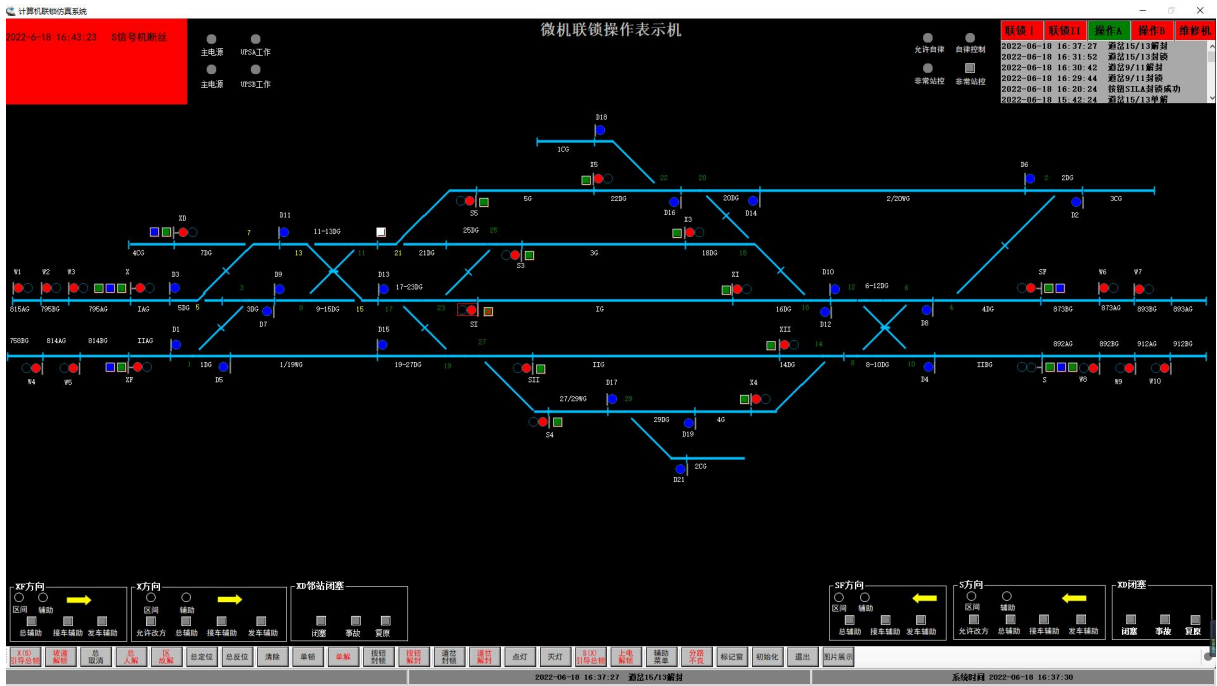

图 8 红灯故障联锁界面
- 根据轨道交通计算机联锁操作平台报警信息及故障现象提示在铁路信号设备虚拟场景考核平台或铁路信号设备综合实训平台进行故障排查。可根据图 8 联锁界面查看故障现象,根据信号机电路图排查电气故障。